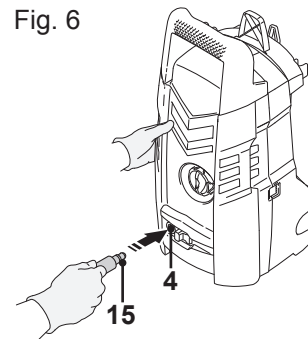

Fig. 6
1. Conecte la manguera de alta presión (15) a la salida de agua (4) de la máquina (Fig. 6).